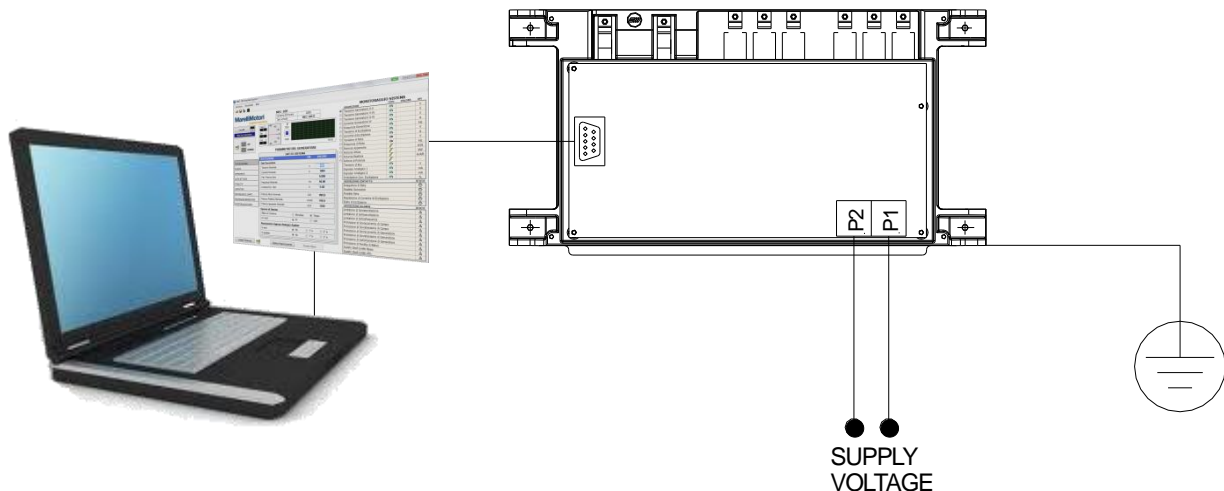

Fig. 5.2.a
Nella Fig. 5.2.a è riportato lo schema di collegamento da eseguire per il set-up preliminare del MEC-100. Le azioni da eseguire sono le seguenti (nell'ordine):
**PER IL SET-UP PRELIMINARE DEL MEC-100 SCOLLEGARE TUTTI I CAVI CONNESSI E ALIMENTARE LA SCHEDA DA UNA SORGENTE ESTERNA AL GENERATORE.** Le uniche connessioni devono essere quelle mostrate in Fig. 5.2.a.